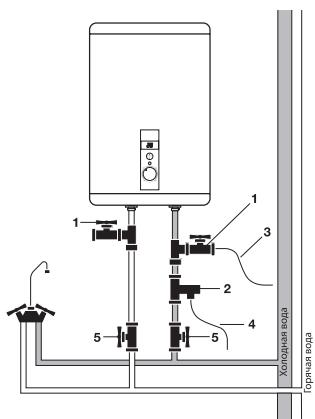

Рис. 5
- Присоедините дренажный шланг (позиция 3 на рис. 5) к запорному крану на тройнике на входе холодной воды в водонагреватель и направьте его в канализацию, либо в место слива воды. Откройте запорный кран и дождитесь полного слива воды.
лей (позиция 5 на рис. 5) на линии подачи холодной воды в водонагреватель и на линии выхода горячей. Индивидуальные запорные вентили по линии горячей и холодной воды, должны быть в закрытом состоянии в период неиспользования водонагревателя, проведения профилактических и техно-логических работ на линии водоснабжения. Установка и правильное использование запорных вентилей является обязательным условием при предоставлении гарантийного обслуживания, а так же залогом длительной и безаварийной работы водонагревателя. Для упрощения процесса слива воды из водонагревателя рекомендуется на входе и выходе воды из водонагревателя установить тройники (позиция 1 на рис. 5).
Если необходимо реализовать систему водоснабжения на несколько водоразборных точек, используйте способ соединения (см. рис. 5 и 5а).
Рис. 5а